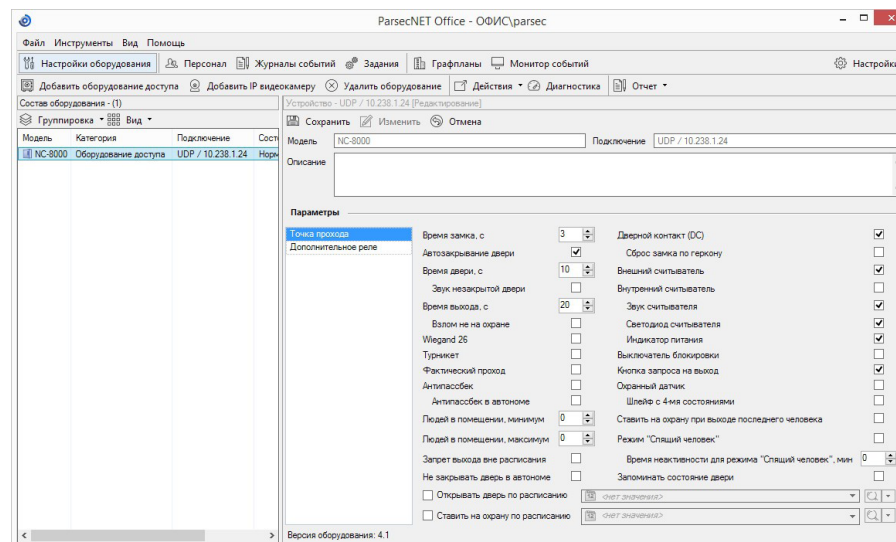

Рисунок 25. Настройка контроллера в ParsecNET Office
2. подключение по Ethernet. Контроллер отображается на канале UDP (рисунок 25).